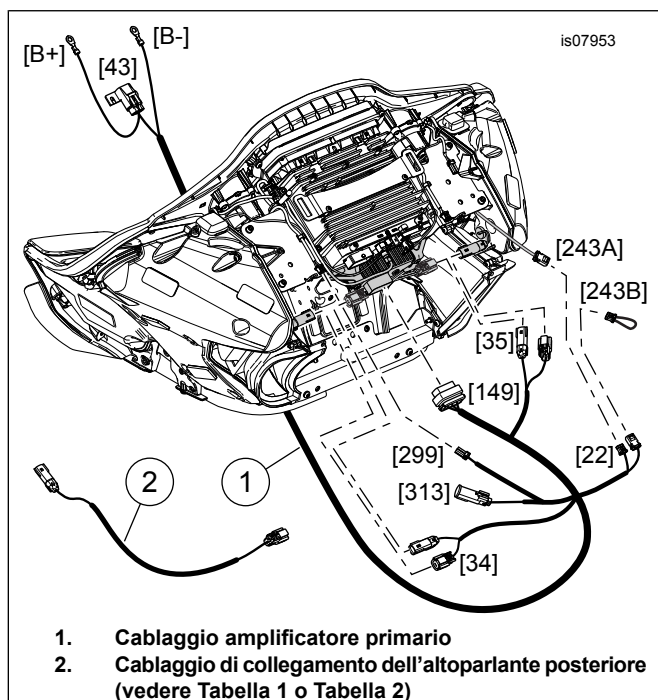

Figura 4. Collegamenti del cablaggio
4. Vedere Figura 4. Disporre il cablaggio come illustrato. Collegare i connettori. I collegamenti per i [34], [35], [162], [313], [299] e [22] vengono descritti in dettaglio nelle note che seguono.
- Il connettore [162] Molex a quattro vie costituisce il canale di uscita posteriore dalla radio. Usato per l'uscita dell'altoparlante per modelli senza amplificatore (vedere Figura 4). Inutilizzato con l'amplificatore primario. Utilizzato per l'INPUT dell'amplificatore secondario.